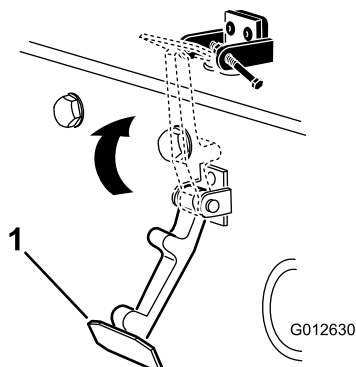

Figura 8
6. Prenda o trinco no suporte do trinco do capot (Figura 8).